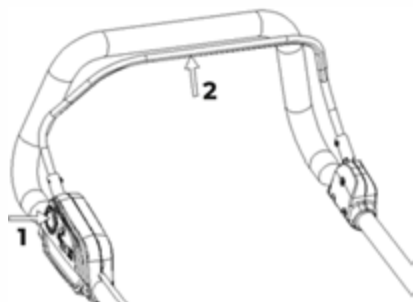

Рис. 25
Запуск электродвигателя (рис. 25).
- Нажмите на кнопку – предохранитель от случайного включения (поз.1 рис.25).
- Нажмите и удерживайте рычаг управления (поз.2 рис.25). Если вы отпустите рычаг управления (поз.2 рис.25), то газонокосилка выключится.